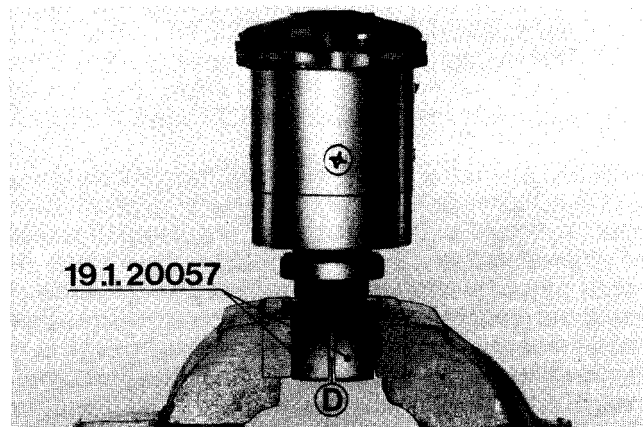

Fig. 60
- Effettuato il posizionamento del cappuccio «D» sul pignone, applicare l'attrezzo sullo stesso e cianfrinare mediante il bloccaggio in morsa dell'attrezzo 19.1.20057 (ved. fig. 60).